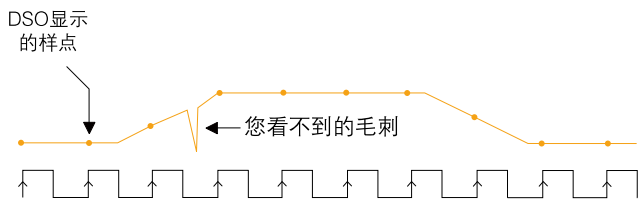
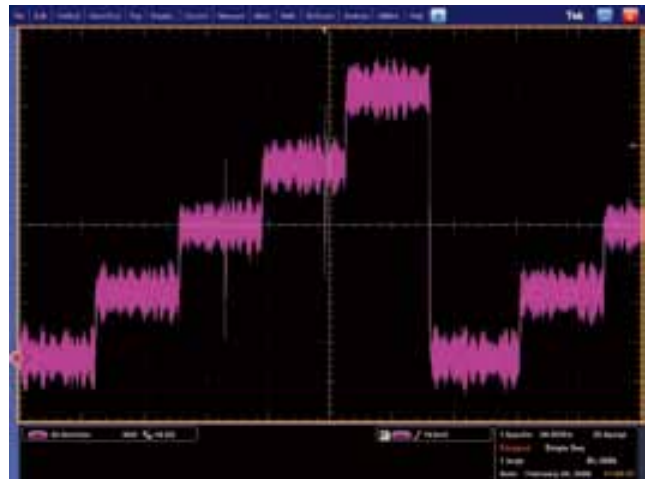

图 23. 采样率随时基变化：时基设置越慢，采样率越慢。某些数字示波器提供峰值检测模式，以较低的扫描速度捕获快速瞬态信号。
图 24. 峰值检测模式使得示波器能够捕获非常短的瞬态异常信号。
- **峰值检测模式：**示波器保存两个波形间隔期间获得的最小值样点和最大值样点，使用这些样点作为两个对应的波形点。即使在时基设置非常低（低速时基设置意味着长波形间隔）时，峰值检测模式的数字示波器仍以很快的采样率运行 ADC，能够捕获采样模式下波形点之间发生的快速信号变化，如图 23 所示。峰值检测模式特别适合观察时间上相距很远的窄脉冲，如图 24 所示。